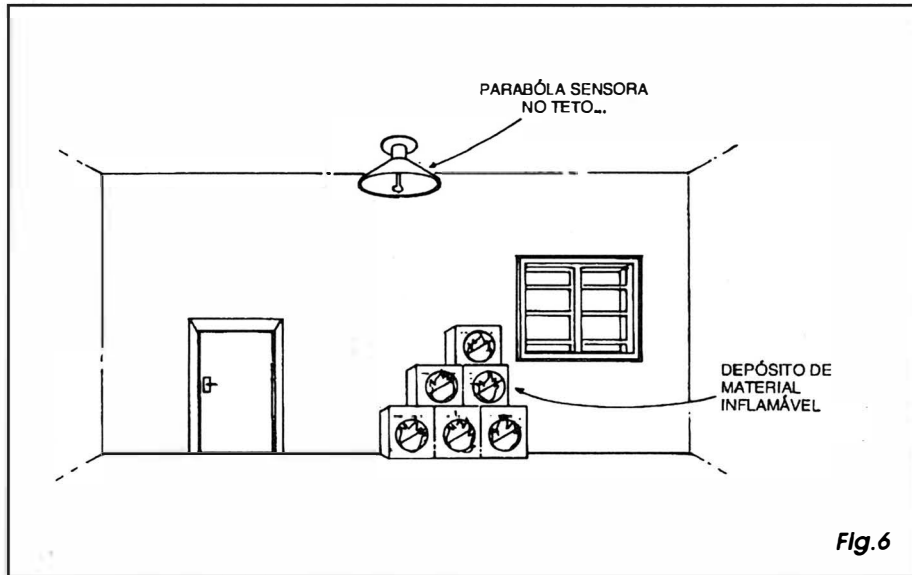

Fig.6
- **FIG. 6 - INSTALANDO O CONJUNTO SENSOR...** - O diagrama mostra, em linhas gerais, como o conjunto sensor deve ser posicionado/instalado para abranger a monitoração de surtos de temperatura num ambiente qualquer (tipicamente um depósito onde sejam guardados materiais inflamáveis, casas de máquinas de elevadores, cabines de instalação elétrica e distribuição, etc.). A melhor localização é no teto, com a abertura da parábola *apontada para baixo*, com o que o sensor *verá* bem todo o ambiente, sendo assim capaz de perceber variações bruscas de temperatura com mais facilidade e sensibilidade (mesmo porque, um fenômeno da dinâmica dos gases determina que o ar quente *sempre* se movimente *para cima*, com o que o diferencial de temperatura será rapidamente *levado* até o sensor, no caso em que se manifeste a combustão de materiais no recinto...).